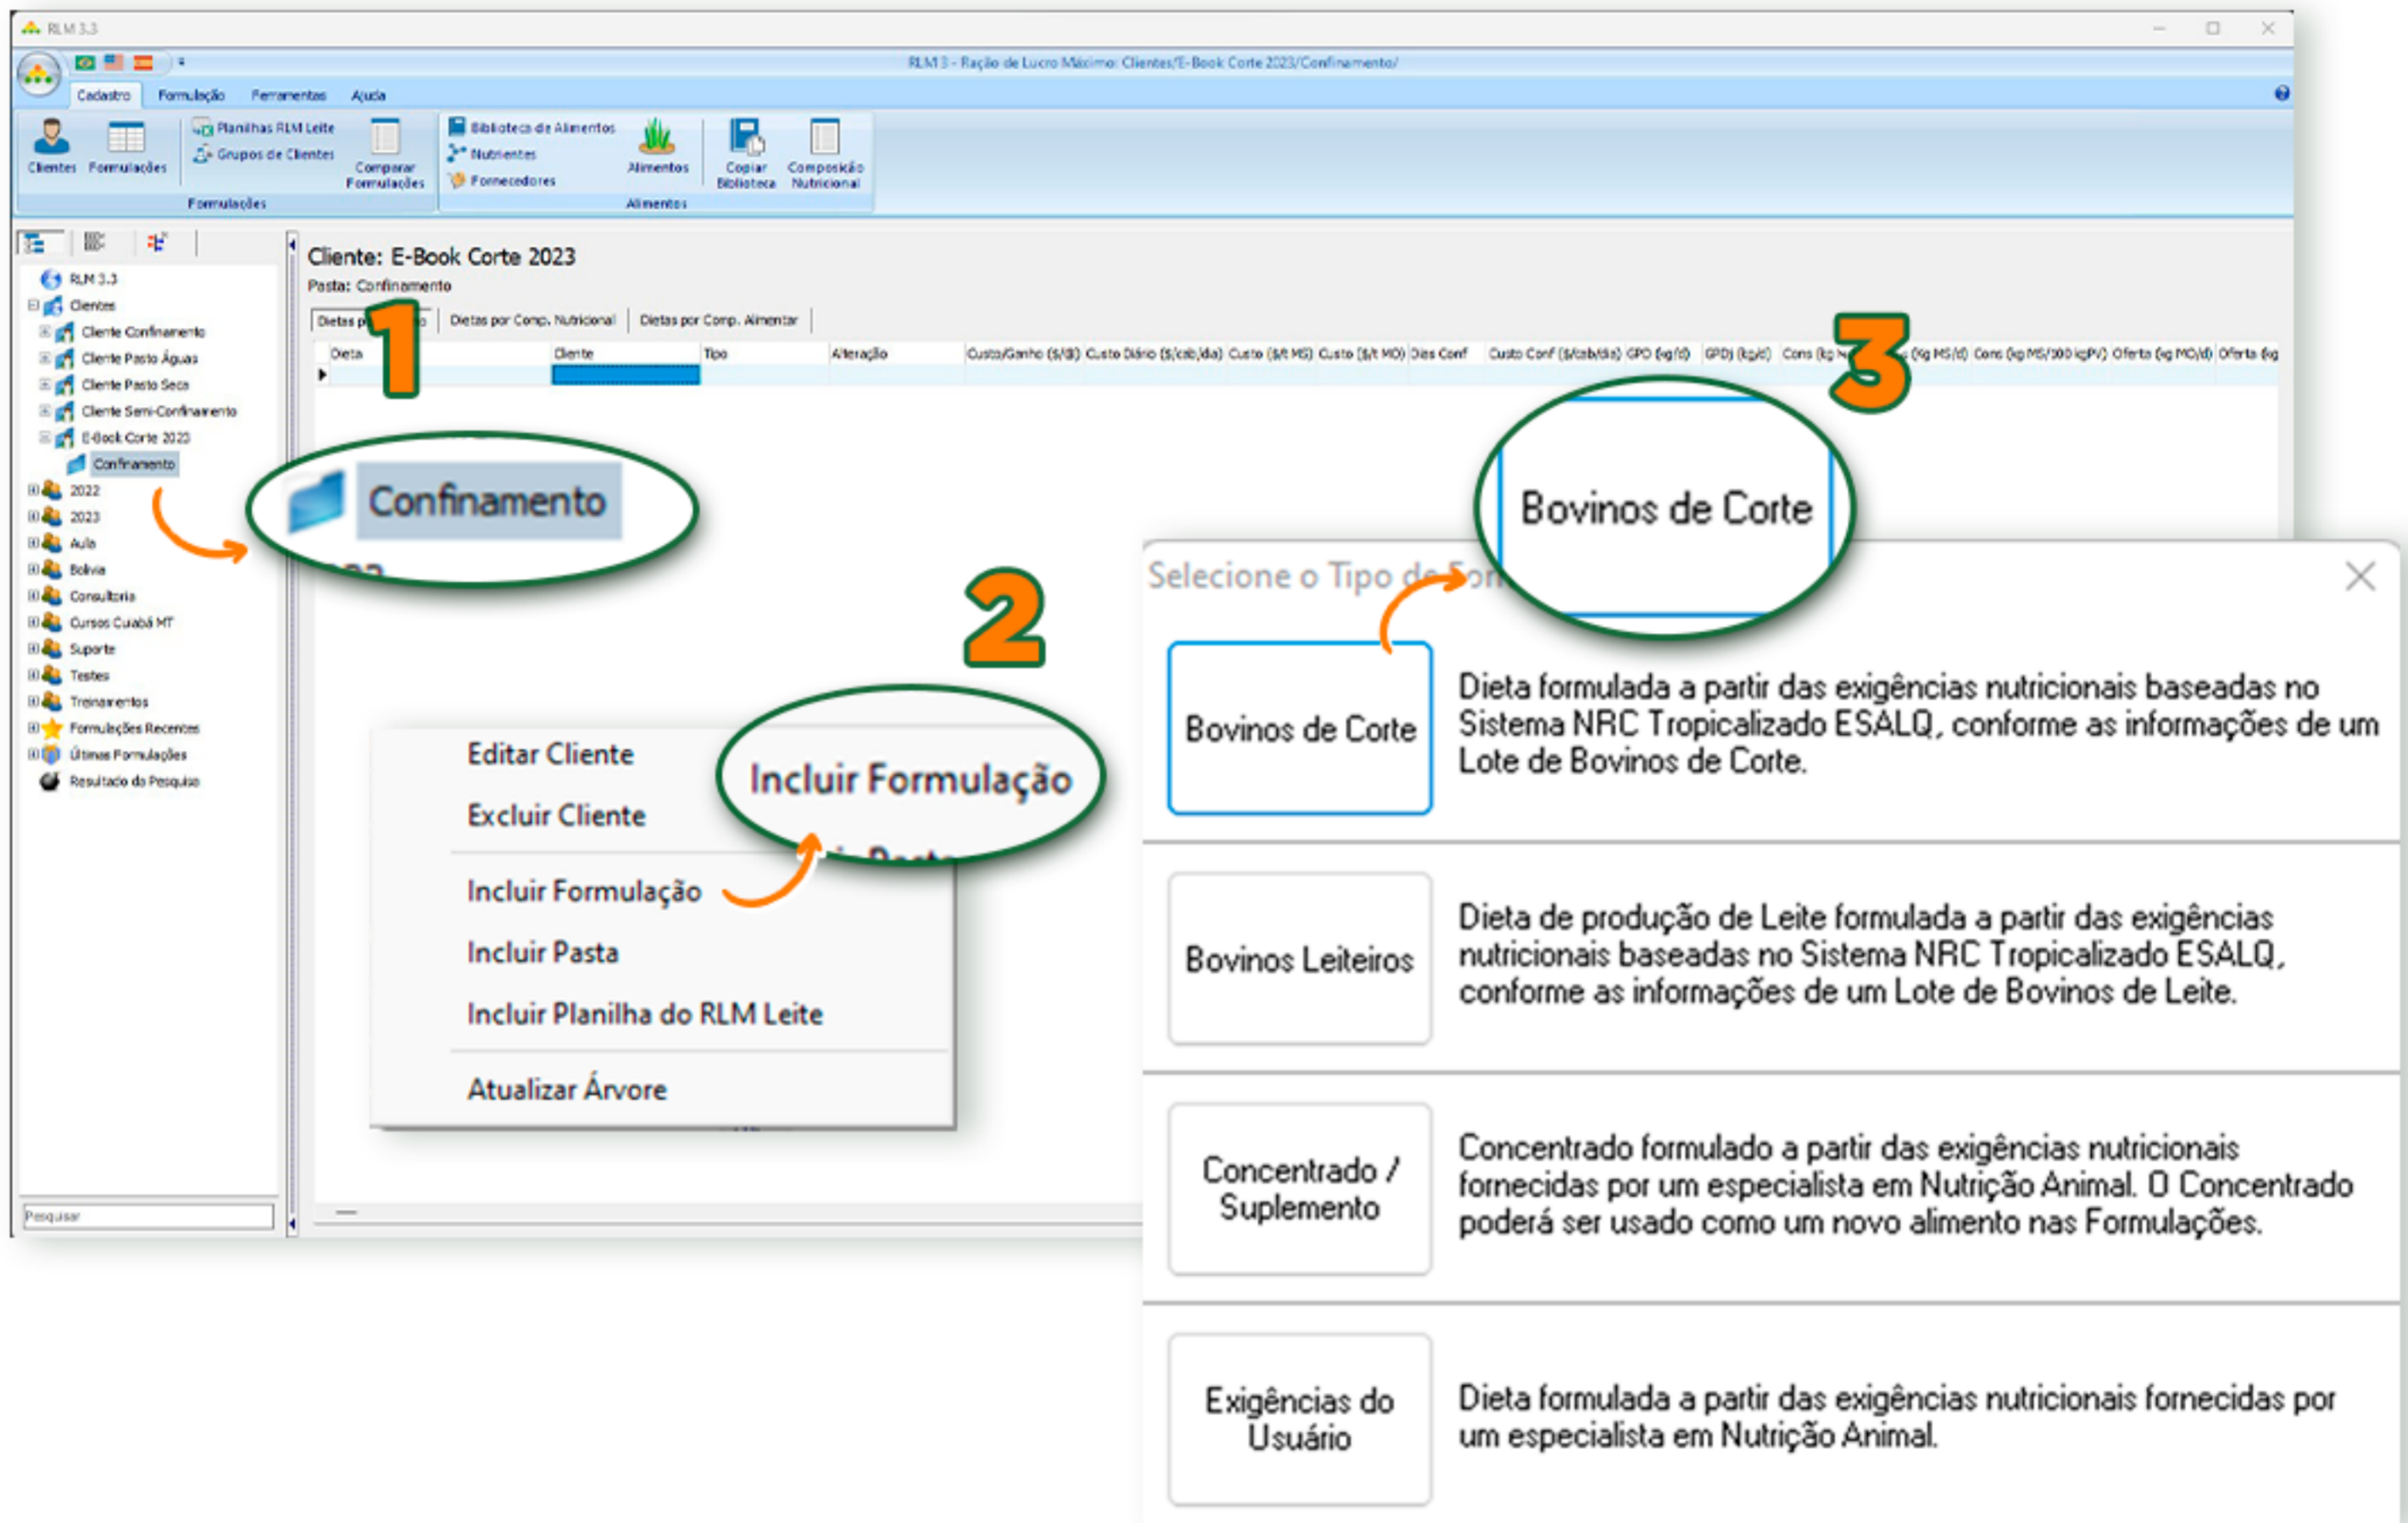

FIGURA 1.4 - INSERINDO UMA NOVA FORMULAÇÃO CORTE
Clique com o botão direito do mouse sobre a pasta “Confinamento” (1) e, em seguida, selecione “Incluir Formulação” (2). A janela representada na Figura 1.4 irá aparecer. Selecione a opção “Bovinos de Corte” (3).